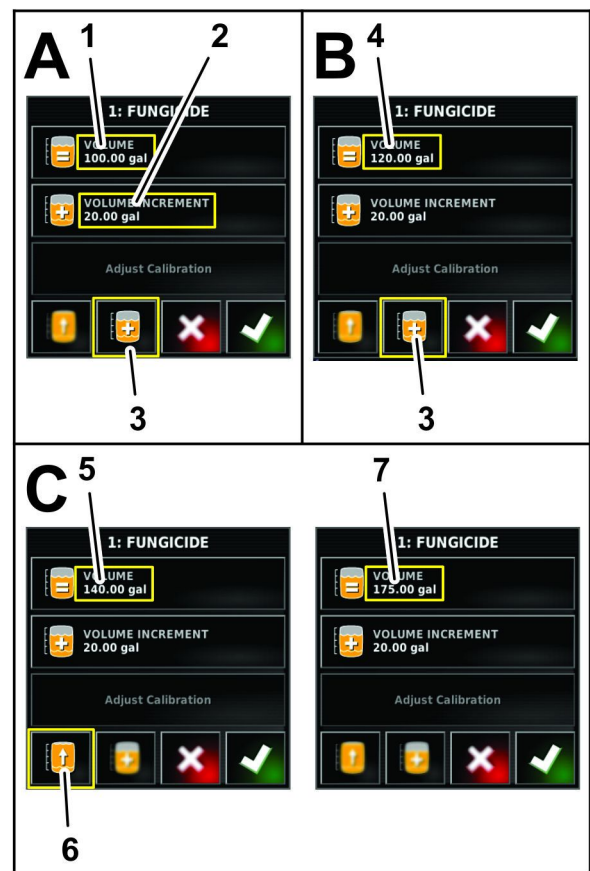

Bild 40
4. Wenn Sie weitere Chemikalien dem Wasser hinzufügen, tippen Sie auf das VOLUME INCREMENTS-Symbol (Bild 40).
5. Geben Sie auf der numerischen Bildschirmtastatur die Erhöhung des Produktvolumens ein (z. B. Chemikalien zu Wasser), das Sie dem Behälter hinzufügen und tippen Sie auf das Bestätigen-Symbol (**Bild 40**).
6. Wenn Sie weitere Chemikalien dem Wasser hinzufügen, füllen Sie das Produkt in den Behälter und tippen Sie auf das PRODUKTMENGE ERHÖHEN-Symbol (**Bild 40**).
7. Wenn Sie eine Kombination von Produkten mischen, wiederholen Sie Schritt 6 bei Bedarf (**Bild 40**).
Hinweis: Wenn Sie den Behälter ganz mit einem Produkt oder Wasser füllen, können Sie auf das FILL TANK TO CAPACITY-Symbol (**Bild 40**) tippen.